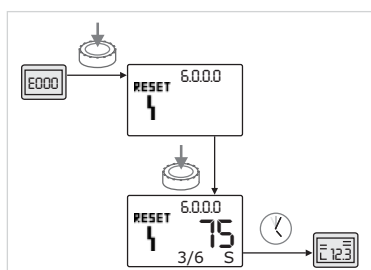

Fig. 50: Confirmar o tipo de avaria B (X < Y)
- Se a avaria ocorrer menos vezes que a ocorrência máxima (Fig. 50):